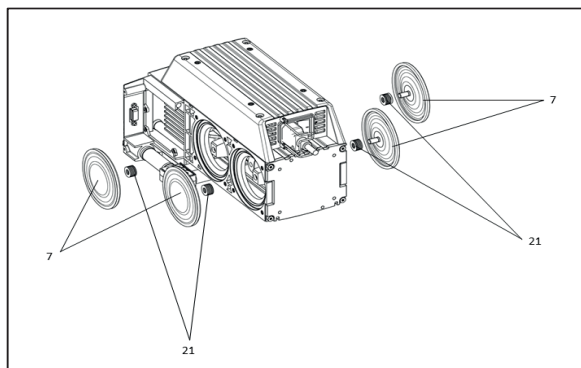

Abb. 9: Membranwechsel
1. Die vier Membranen (Abb. 9/7) mit den Händen entgegen dem Uhrzeigersinn herausdrehen.
3. Die neuen Membranen (Abb. 9/7) von Hand in die Gewinde der Pleuel einschrauben und handfest anziehen.